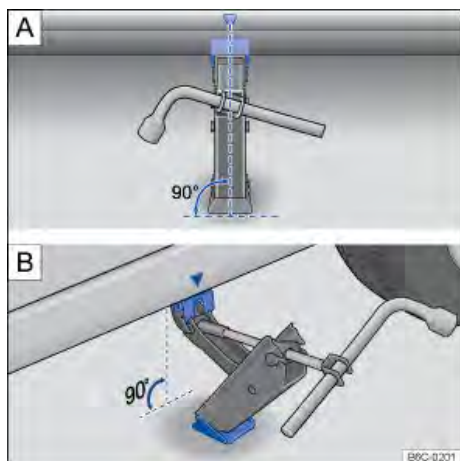

Fig. 222 Pontos de apoio do macaco e macaco posicionado no lado esquerdo traseiro do veículo.
10. Garantir que a base do macaco, com toda sua superfície, esteja sobre o chão e que a base se encontre perpendicularmente abaixo do ponto de colocação → Fig. 222 [A] e [B].
11. Alinhar o macaco e, simultaneamente, levantar a garra do macaco até ela se encaixar na travessa debaixo do veículo → Fig. 222.
- Posicionar o macaco somente nos pontos indicados. A garra do macaco deve se encaixar no perfil da longarina de forma segura → Fig. 222.